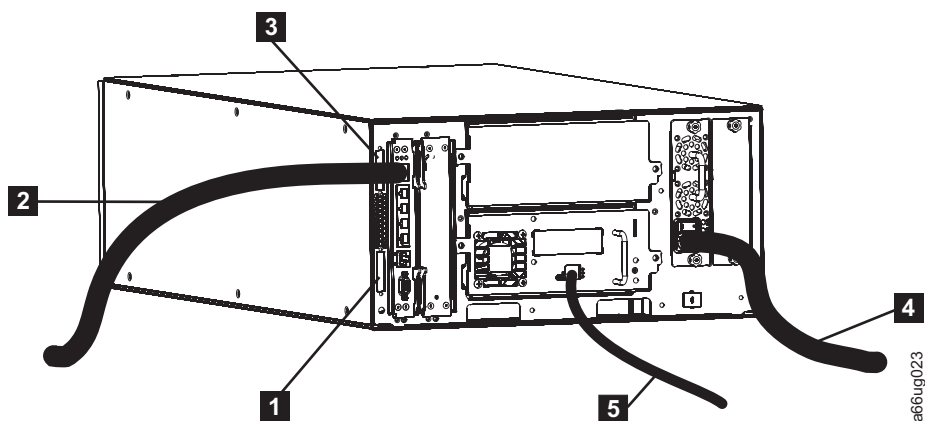

Рисунок 3-1. Подключение библиотеки 5U
- Две заглушки связи между модулями (**1** и **3** in рис. 3-1)
- Подключите кабели питания к каждому блоку питания (**4** в рис. 3-1), затем подключите их к электросети